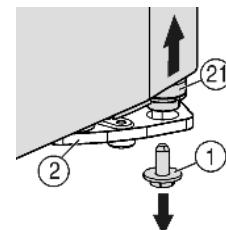
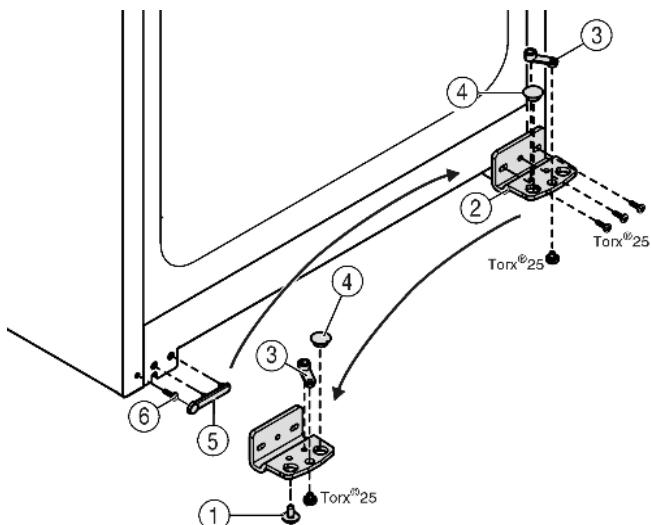

Fig. 4
Fig. 5
- ▶ Внизу справа на опорном кронштейне выкрутите фиксирующий винт Fig. 4 (1).
- ▶ Опорный палец Fig. 4 (21) можно извлечь из опорного кронштейна Fig. 5 (2).
- ▶ Если не удается извлечь опорный палец Fig. 4 (21), нажмите на него снизу.
- ▶ Открутите опорный кронштейн Fig. 5 (2).
- ▶ Открутите опорную деталь Fig. 5 (3) и, переставив в отверстие на противоположной стороне опорного кронштейна, снова прикрутите.
- ▶ Извлеките заглушку Fig. 5 (4) из опорного кронштейна и переставьте ее в отверстие на противоположной стороне опорного кронштейна.
- ▶ Осторожно снимите крышку со стороны ручки Fig. 5 (5).
- ▶ Выкрутите болт Fig. 5 (6) и вкрутите на противоположной стороне.
- ▶ Снова установите крышку Fig. 5 (5).
- ▶ Снова прикрутите опорный кронштейн Fig. 5 (2) на новой стороне шарнира (**с моментом 4 Нм**). При необходимости используйте аккумуляторный шуруповерт.
- ▶ Вкрутите фиксирующий винт Fig. 4 (1) внизу в опорный палец и затяните (**с моментом 4 Нм**).